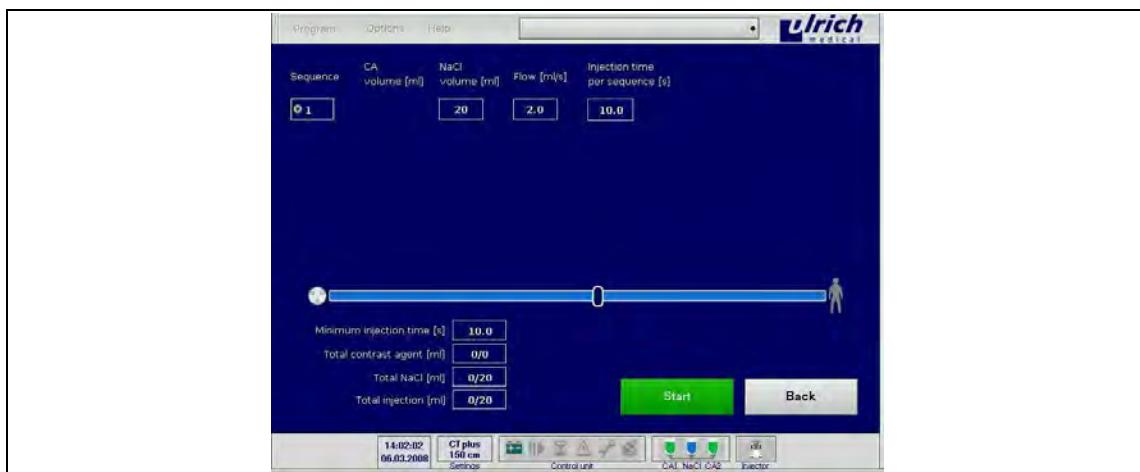

Рис. 51: Мaska инъекции перед запуском инъекции
Система переходит от маски ввода в маску инъекции (см. Рис. 51, стр. 67).
- Выбрать кнопку **Start** (Запуск) (см. Рис. 51, стр. 67).